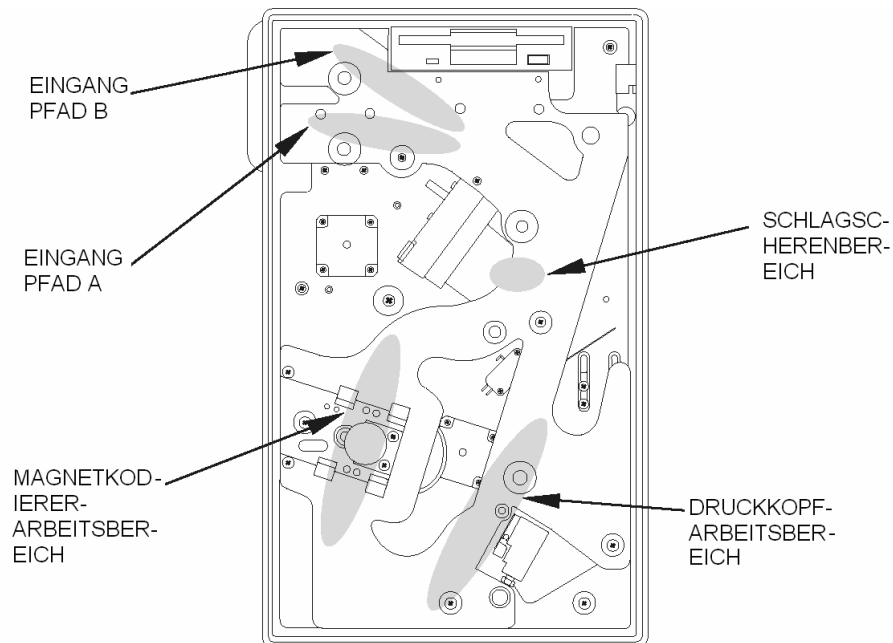

Abbildung 4-2. Mögliche Medien-Staupositionen
1. Der Meldung im LCD die Position des Staus entnehmen und mithilfe von Abbildung 4-2 den entsprechenden Bereich im Gerät bestimmen.